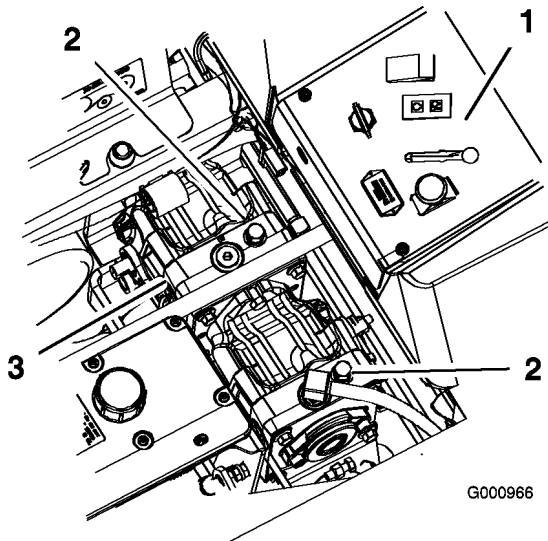

Bild 28
2. Drehen Sie die Sicherheitsventile um eine Umdrehung nach links, um die Maschine zu schieben. So kann Hydrauliköl an der Pumpe vorbei direkt zu den Rädern fließen, die sich daraufhin drehen können (Bild 28).
Drehen Sie zum Einsatz der Maschine die Sicherheitsventile eine ganze Umdrehung nach rechts (Bild 28).